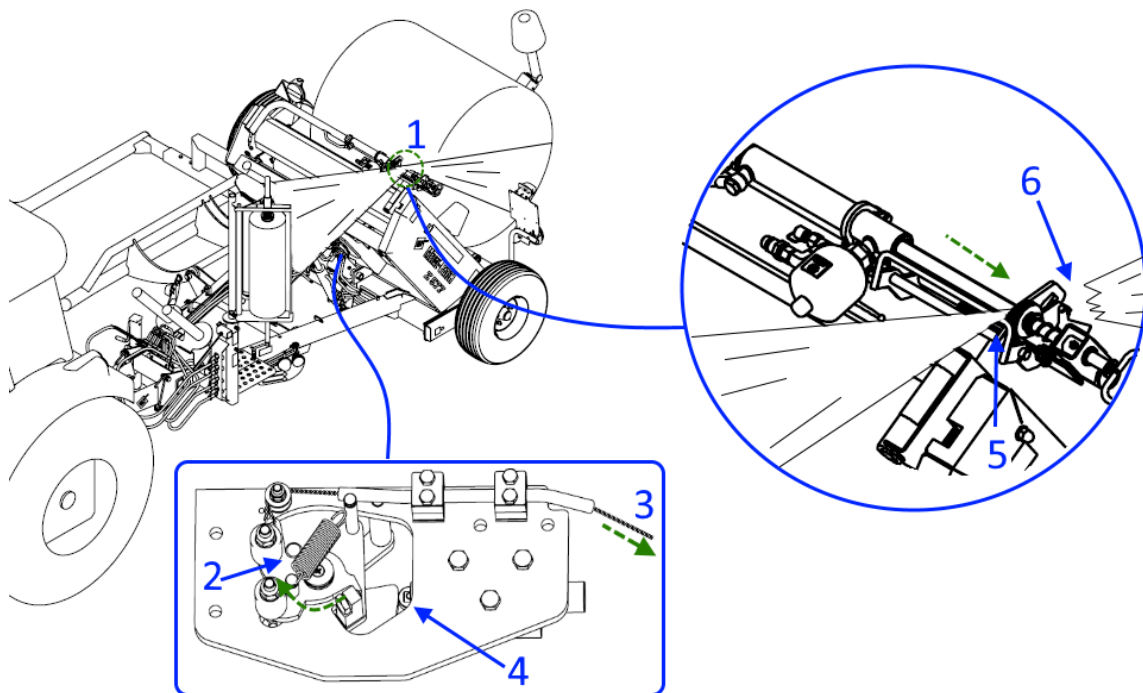
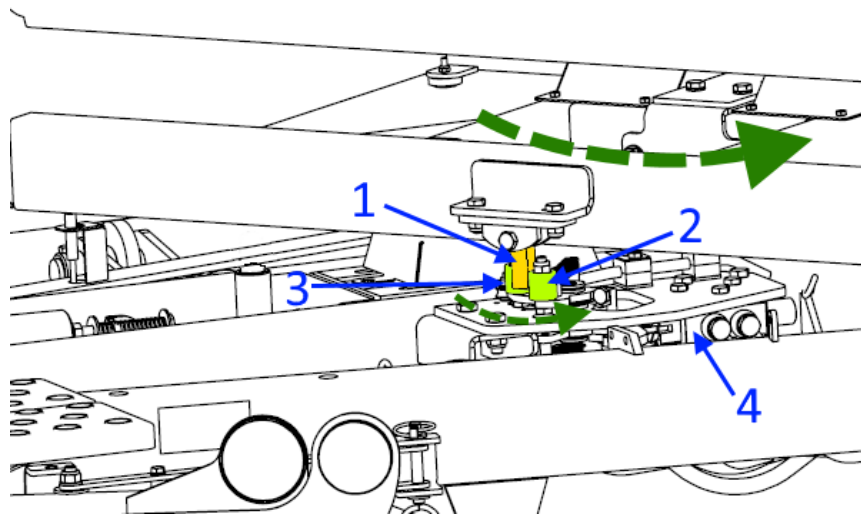

Figure 59. Coupe-film hydraulique – préhension et coupe du film.
Figure 60. Coupe-film hydraulique – mécanisme d'ouverture du coupe-film
- Lors de la première rotation du plateau de travail, le pare-chocs (**fig. 60 – 1**) monté sous le plateau de travail déplace le levier (**fig. 59 – 2**) en position intermédiaire après avoir frappé le premier rouleau du levier (**fig. 60 – 2**).
- Pendant le deuxième tour du plateau de travail, le pare-chocs déplace à nouveau le levier, cette fois en position ouverte (**fig. 42**) après avoir heurté le deuxième rouleau (**fig. 60 – 3**).
- Le distributeur hydraulique (**fig. 60 – 4**) est réglé pour permettre à l'huile d'être poussée hors du vérin du coupe-film sur la conduite d'écoulement en T à partir du distributeur hydraulique et d'ouvrir le dispositif de pincement du coupe-film.